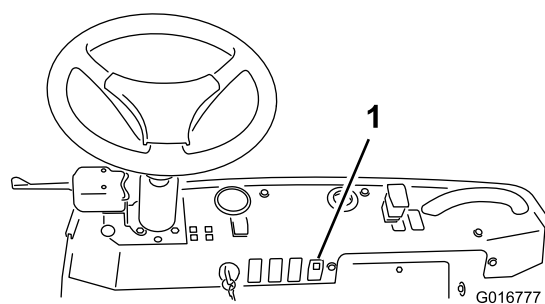

Figura 4
2. Inseritevi l'interruttore a bilanciere (Figura 4).